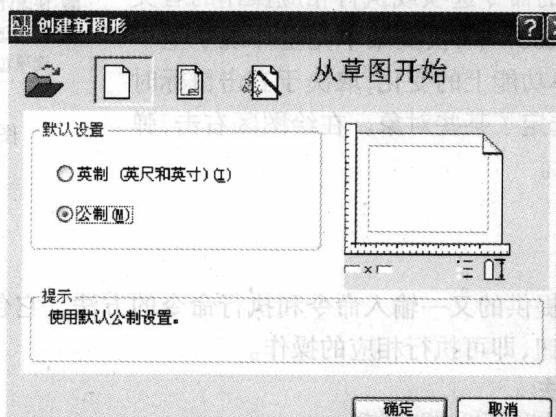
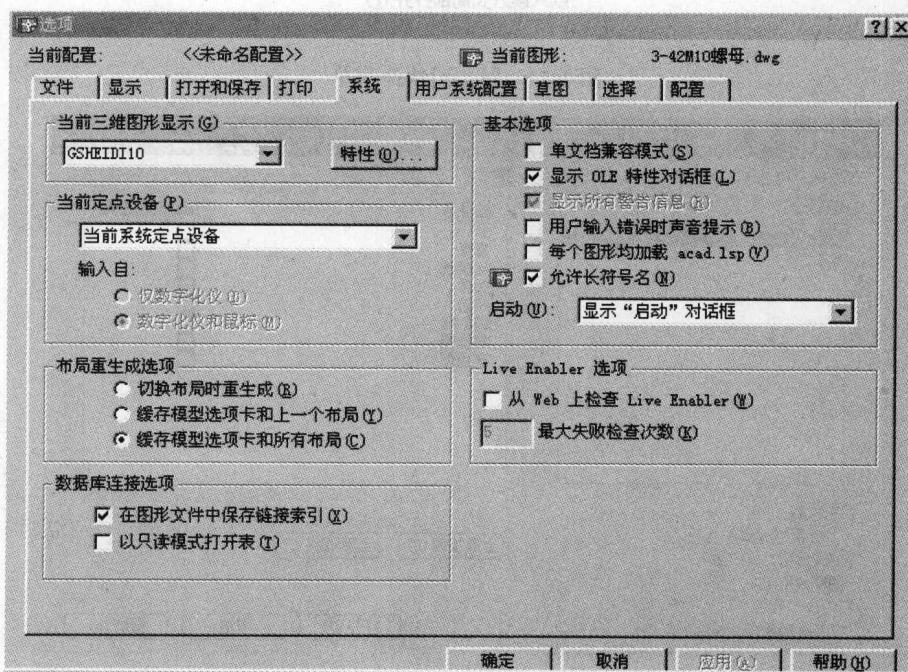

图 1-8 【创建新图形】对话框
图 1-9 【选项】对话框
(1) 【新建】：单击该按钮，打开如图 1-8 所示【创建新图形】对话框。如果没有出现【创建新图形】对话框，先选择下拉菜单【工具】|【选项】，在如图 1-9 所示【选项】对话框中单击【系统】选项卡，将【启动】下拉列表设置为【显示“启动”对话框】，单击【确定】按钮。再选择【新建】命令，则出现【创建新图形】对话框。可以选择【从草图开始】、【使用样板】和【使用向导】选项卡，建立新图形文件。